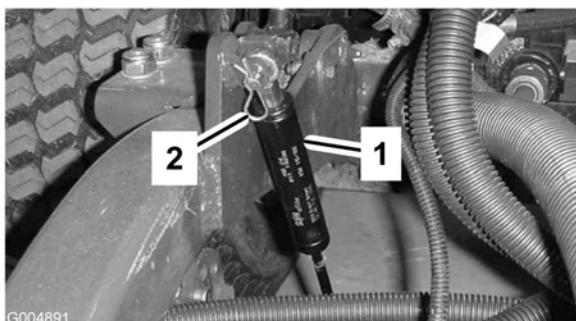

Figure 73
2. Retirez la goupille fendue qui fixe les amortisseurs aux bras de levage (Figure 73). Faites pivoter l'amortisseur vers le carter du plateau de coupe.